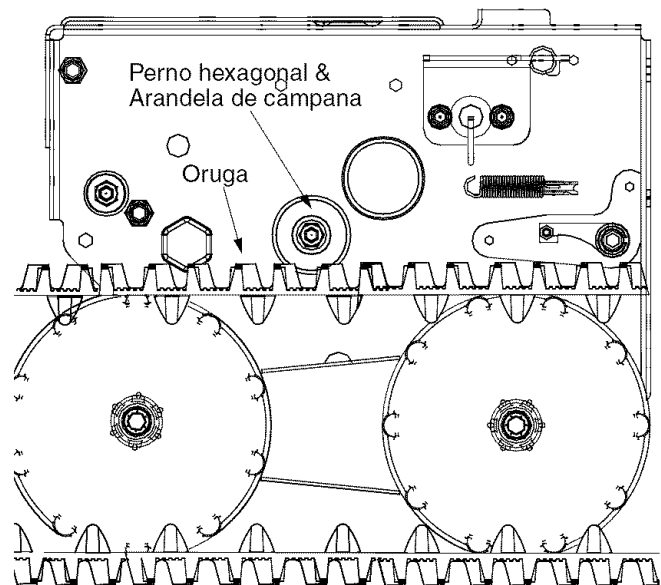

Figura 22
4. Utilizando una llave allen de 7/8 pulg. para sostener el eje, afloje pero no quite completamente el perno hexagonal y la arandela de campana en el extremo izquierdo del eje del equipo. Vea la Figura 22.